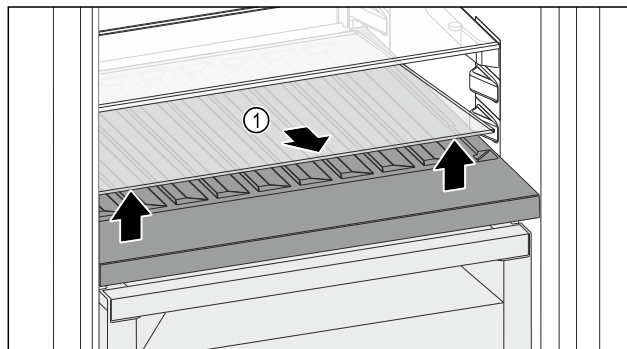

Fig. 161
- ▶ Dvignite stekleno ploščo Fig. 161 (1) pri odprtini spredaj in jo odstranite.
- ▶ Steklenu ploščo Fig. 161 (1) varno shranite zunaj naprave.
- ▶ Steklenu ploščo (2) vložite pod prilagodljivo stojalo za steklenice.